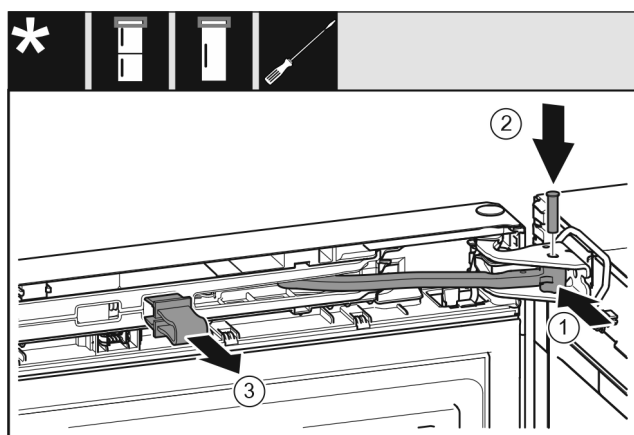

Fig. 70
- ▶ Поверните шарнир Fig. 70 (1) в опорном кронштейне.
- ▶ Вставьте палец Fig. 70 (2) в опорный кронштейн и шарнир. При этом проследите за тем, чтобы выступ фиксатора занимал правильное положение в пазу.
- ▶ Снимите предохранитель Fig. 70 (3).